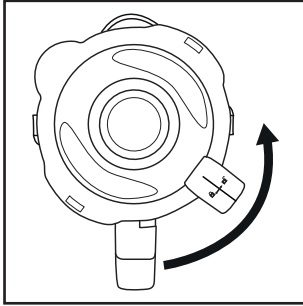

Fig. 1
- 2) Retirez le couvercle **2** en le tournant dans le sens anti-horaire en direction de la position ↘ (voir fig. 1), jusqu'à pouvoir le retirer par le haut.